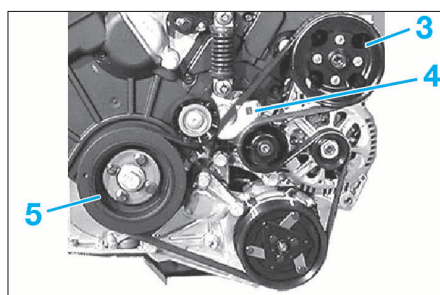

FIG. 31
- le support moteur droit (2).
- la poulie de pompe d'assistance de direction (3) (Fig.31).